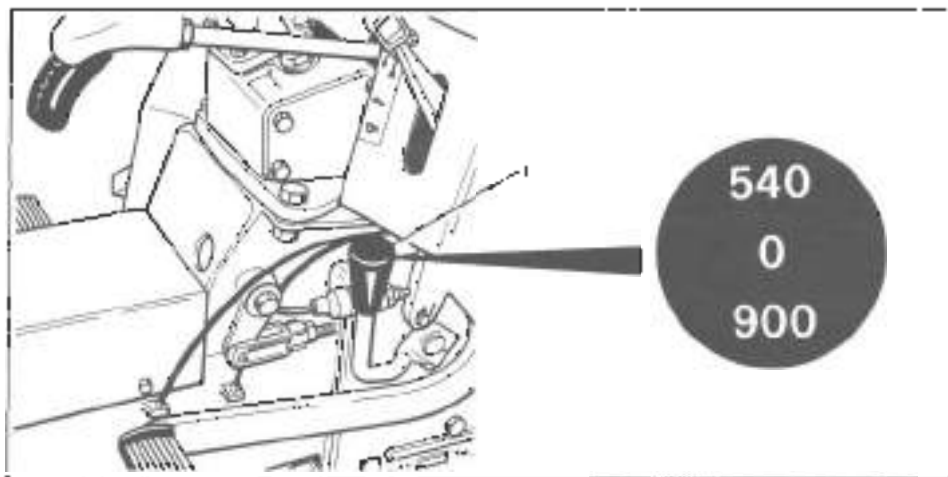

Fig. 8 - Bild 8
2. Innecciare la presa di potenza alla velocità desiderata, sollevando la rispettiva leva di comando (Fig. 8) par. 1 in posizione 540 (cento rapporti, 920 giri/min). Assicurarsi che la leva sia perfettamente innestata.